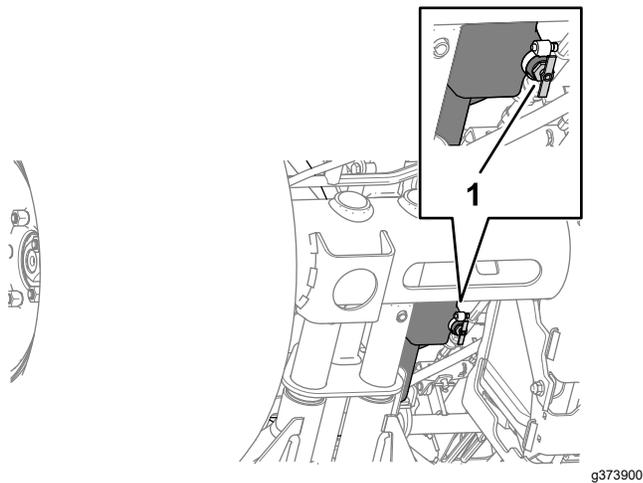

Рисунок 85
2. Поместите сливной поддон под сливной клапан топливного бака (Рисунок 85).